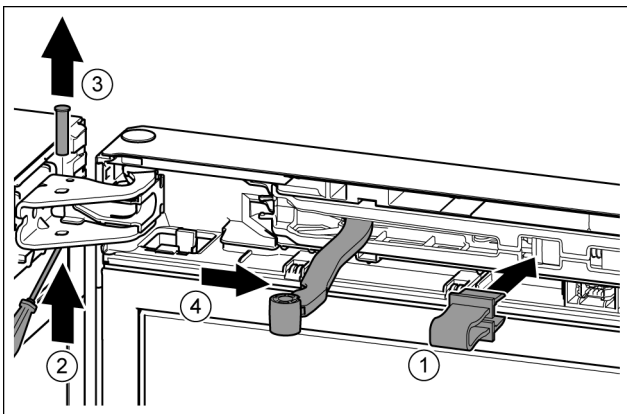

Fig. 13
- ▶ Pojistku nechte zapadnout do otvoru. Fig. 13 (1)
- ▶ Šroubovákem vysuňte čep. Fig. 13 (2)
- ▶ Čep vytáhněte nahoru. Fig. 13 (3)
- ▶ Otočte kloub směrem ke dveřím. Fig. 13 (4)